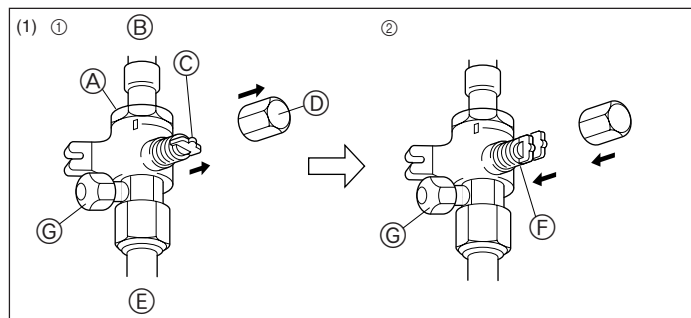
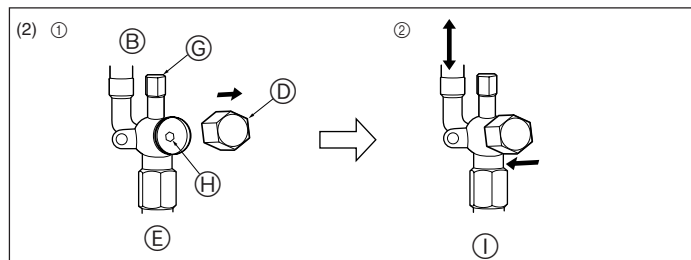

Fig. 4-6
Fig. 4-7
- (1) Сторона с газом (Fig. 4-6)
- ① Снимите колпачок, потяните ручку на себя и поверните на 1/4 оборота против часовой стрелки для открытия.
- ② Убедитесь в том, что запорный кран полностью открыт, надавите на ручку и поверните колпачок в первоначальное положение.
- (2) Сторона с жидкостью (Fig. 4-7)
- ① Снимите колпачок и поверните шток золотника против часовой стрелки до упора, используя для этой цели 4 мм шестиугольный гаечный ключ. Прекратите поворачивать шток в момент, когда тот достигнет стопора. (φ6,35: Приблизительно 4,5 оборотов) (φ9,52: Приблизительно 10 оборотов)